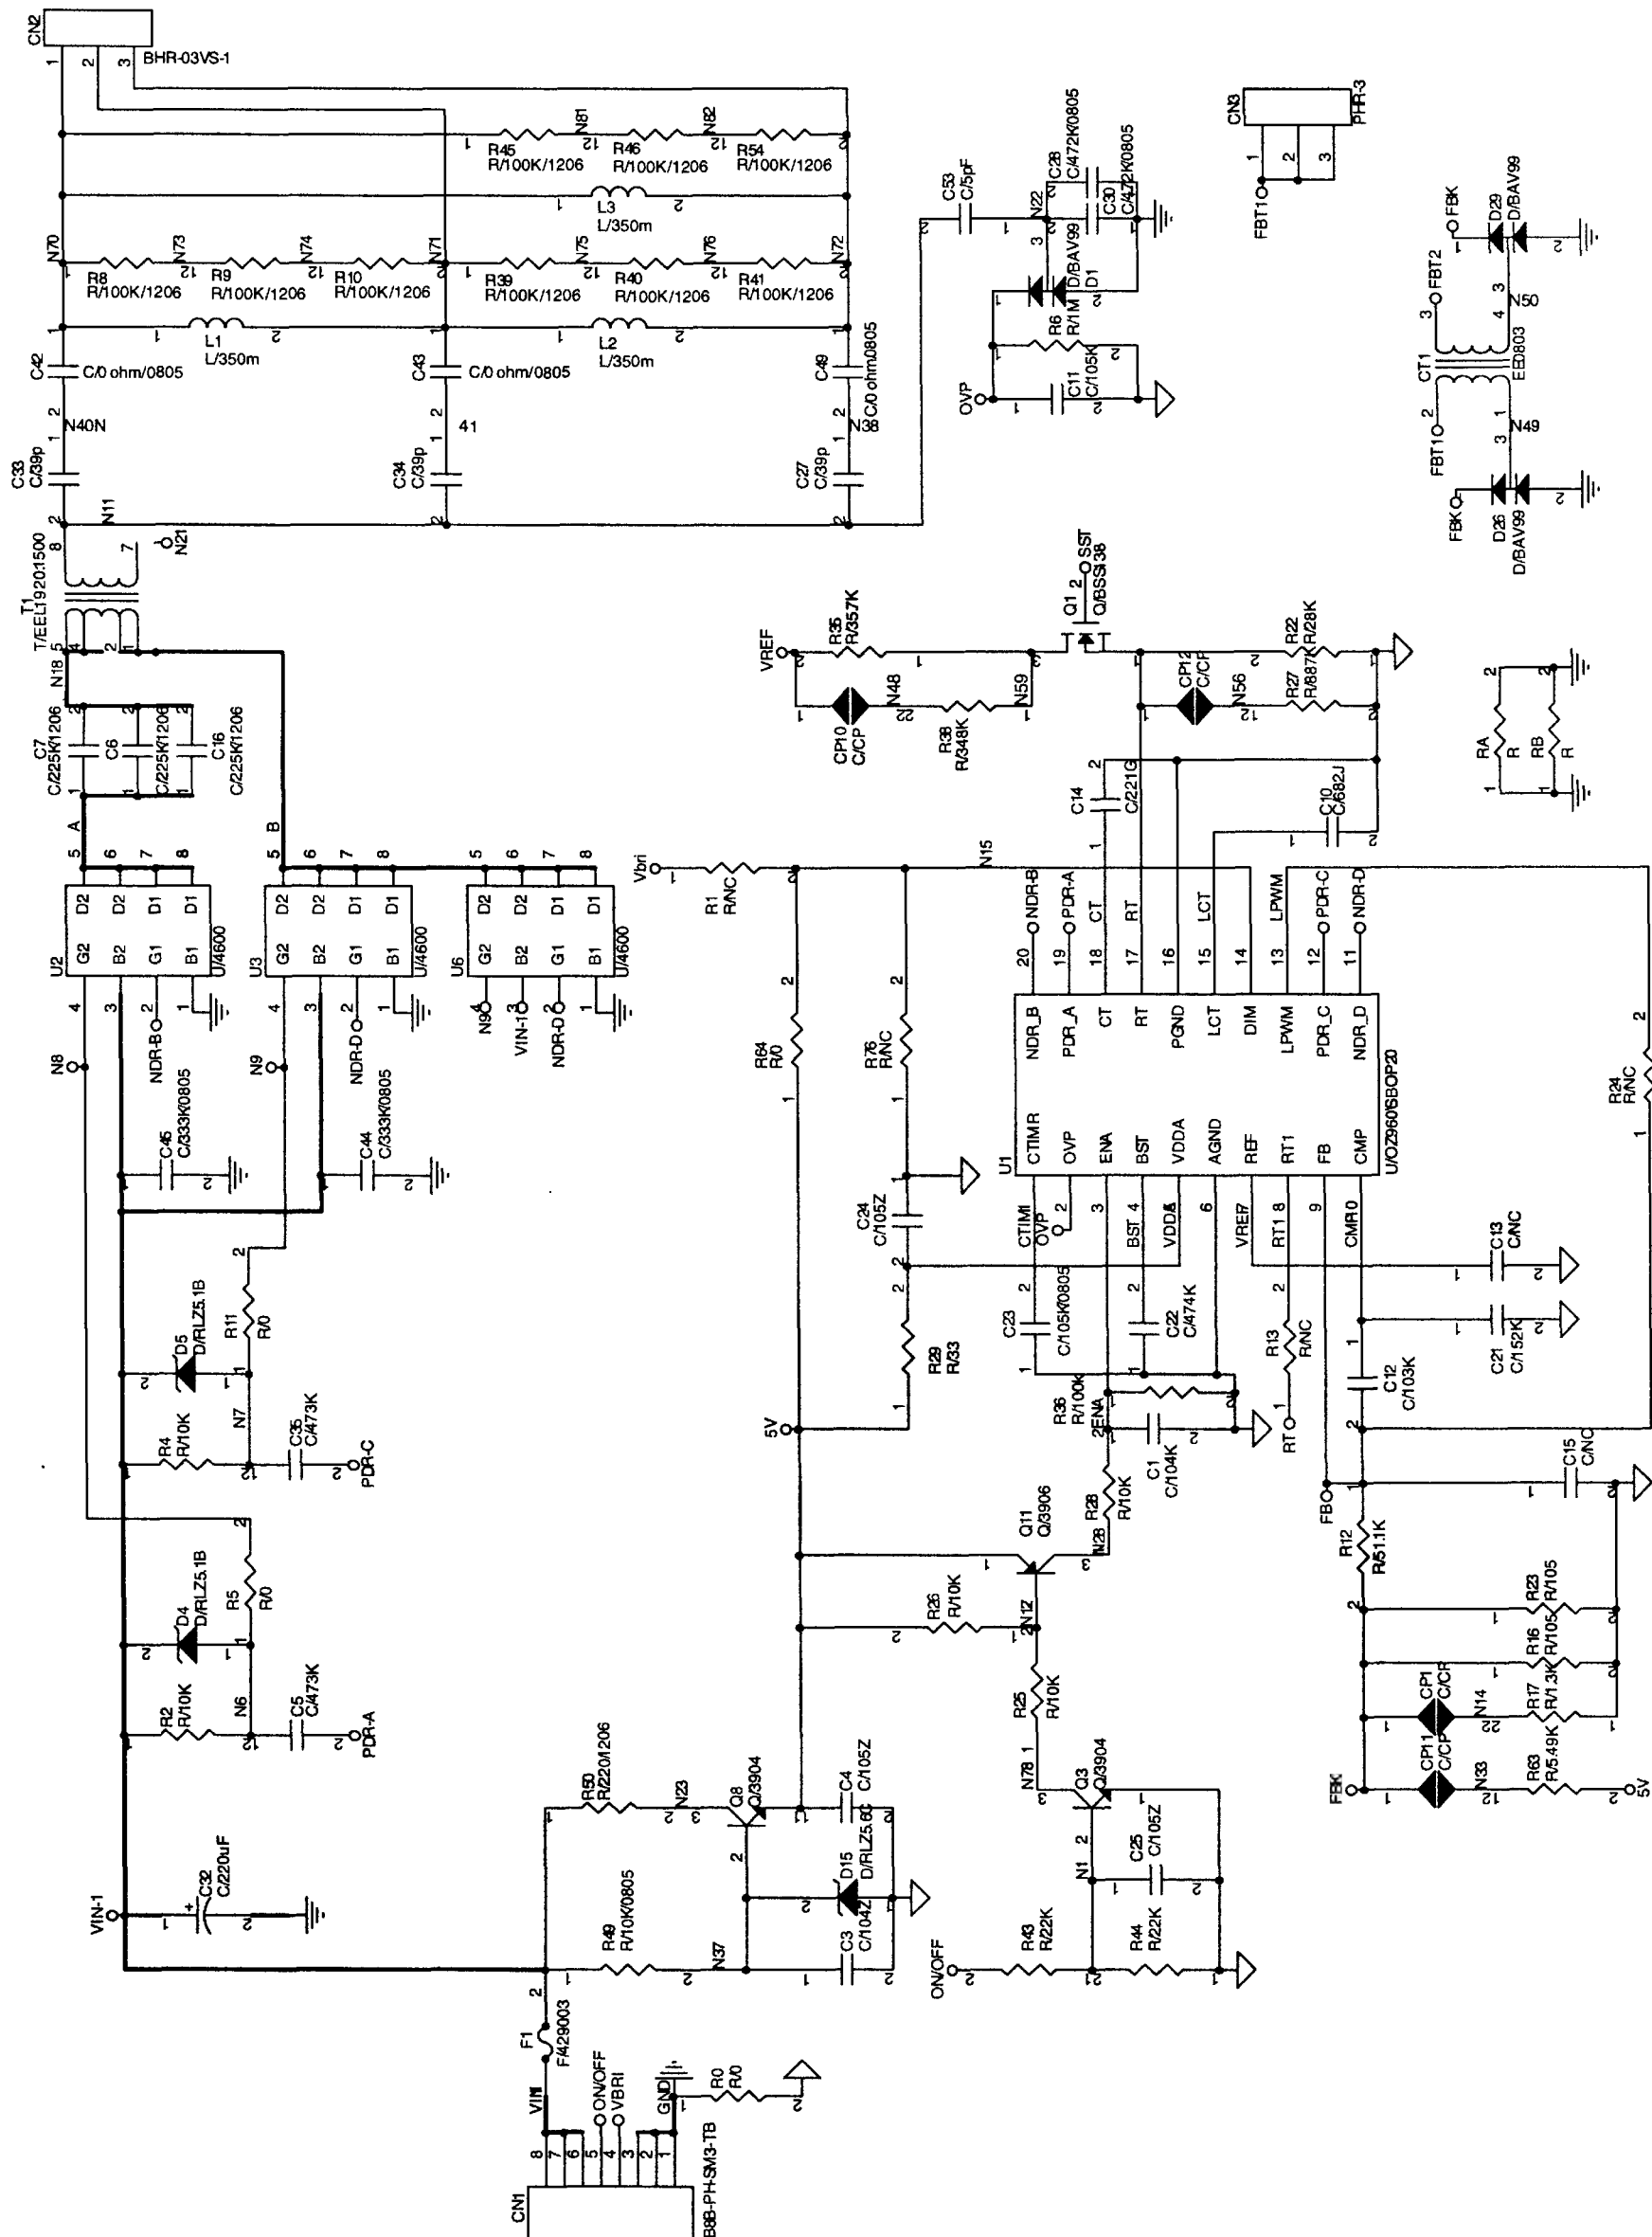
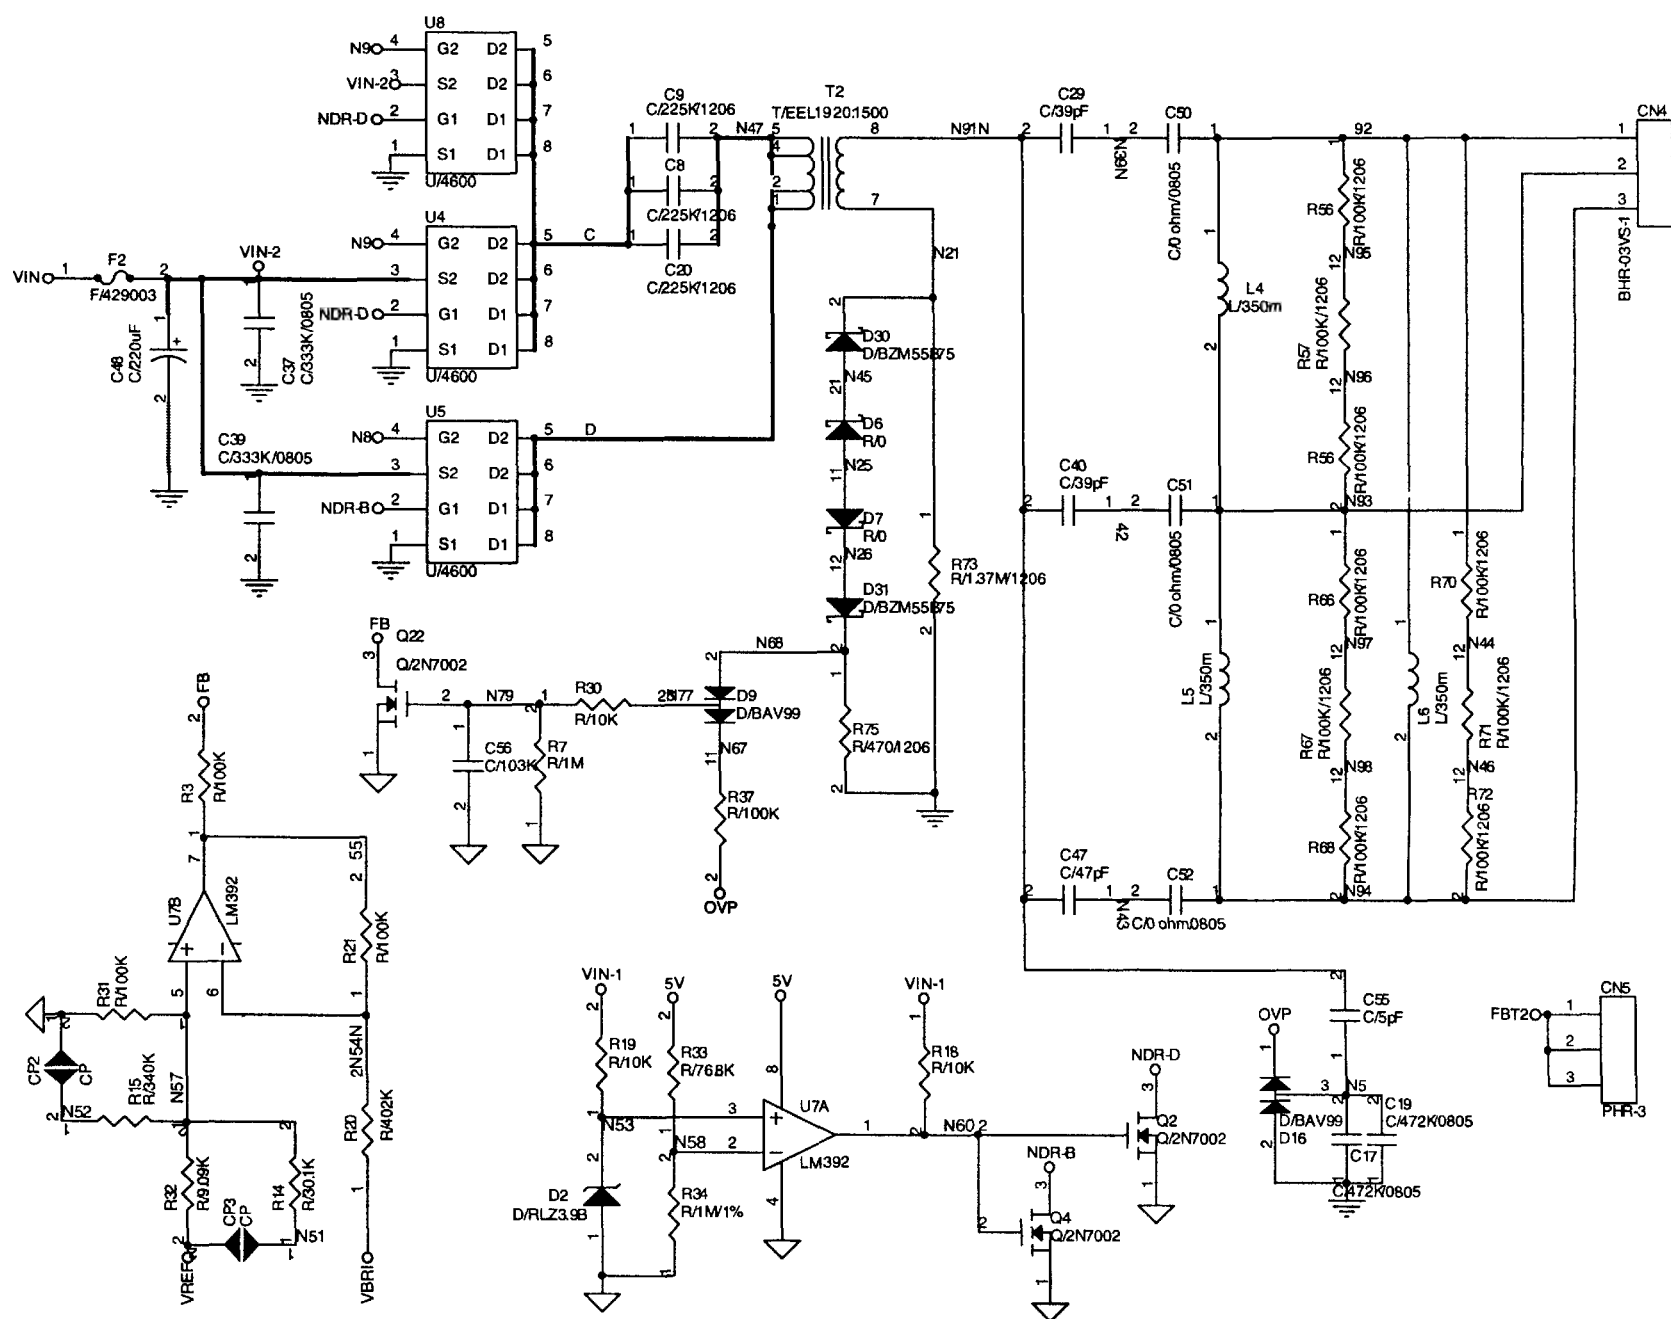
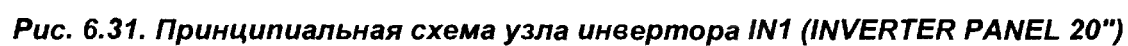
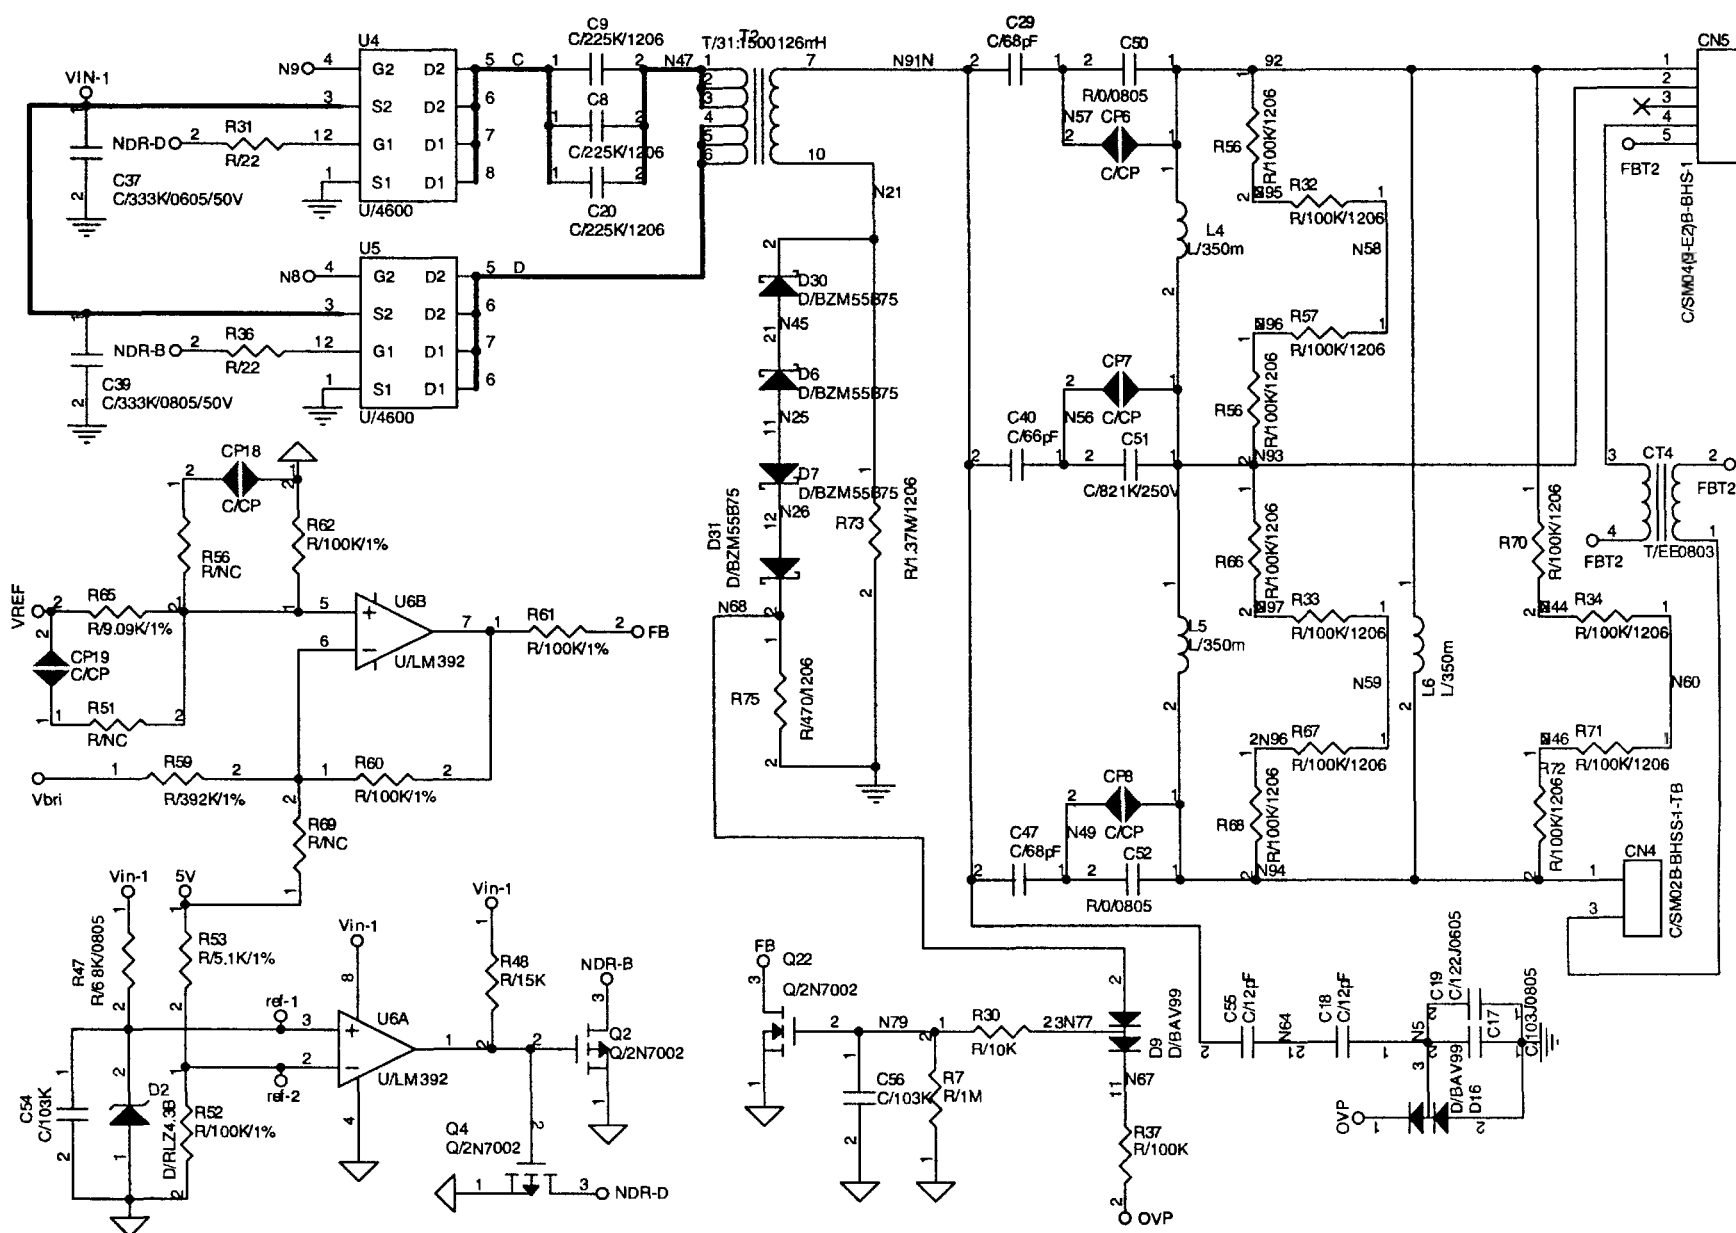

Рис. 6.29. Принципиальная схема узла инвертора IN1 (INVERTER PANEL 15")
Рис. 6.30. Принципиальная схема узла инвертора IN2 (INVERTER PANEL 15'')
Рис. 6.31. Принципиальная схема узла инвертора IN1 (INVERTER PANEL 20")
Рис. 6.32. Принципиальная схема узла инвертора IN2 (INVERTER PANEL 20")
на на рис. 6.29 и 6.30, а для панели LC201V02 — на рис. 6.31 и 6.32.
Общего в этих схемах с предыдущей разве, что балансные цепи, двухстороннее пороговое устройство, цепи датчиков перегрузки по напряжению и току, и вообще цепи питания ламп. Отличия начинаются уже в разъемах для подключения ламп подсветки (см. рис. 6.29—6.32 и табл. 6.12, 6.13).
АО4600. Причем в инверторе для панели LC201V02, в каждом мосте, установлено по две таких пары. U2, U3 — один мост (см. рис. 6.31) и U4, U5 — другой мост (см. рис. 6.32). Каждая пара включена полумостом.
В инверторе для LC150X01 в каждом мосте используется по три комплиментарные пары. U2, U3, U6 — один мост (см. рис. 6.29) и U4, U5, U8 — другой мост (см. рис. 6.30). Один из полумостов в каждом из этих мостов содержит две включенные параллельно комплиментарных пары. Такое включение связано с несимметрией ШИМ сигнала. Плата инвертора для ЖК панели LC150X01 питается напряжением 12 В, а для LC201V02 — напряжением 24 В. Поэтому параллельное включение комплиментарных пар только в одном (перегруженном) полумосте облегчает тепловой режим комплиментарных пар при низком напряжении питания, а значит при большем токе нагрузки, чем в инверторе для панелей LC201V02.
- Q8, D15 (рис. 6.29 и 6.31) — стабилизатор 5 В для питания U1;
- Q3, Q11 (рис. 6.29 и 6.31) — схема включения;
- Q1 (рис. 6.29 и 6.31) — ключ схемы «мягкого запуска»;
- Q22 (рис. 6.30 и 6.32) — ключ схемы защиты от перегрузки по току;
- U7A, D2, Q2, Q4 (рис. 6.30 и рис. 6.32) — схема защиты от перегрузки при понижении напряжения питания;
- U7B (рис. 6.30 и 6.32) — компаратор схемы управления яркостью.
В телевизорах с экраном 15" и 20" в этом случае проверяют напряжение OVP на выв. 2 U1 (см. рис. 6.29 и 6.31). Если оно значительно отличается от номинального (более 2 В), то следует проверить цепи защиты от перенапряжения, подключенные к этому выводу. Если же напряжение OVP в норме, то следует проверить методом замены конденсатор C23, задающий время поджига (подключен к выв. 1 микросхемы U1). Если конденсатор исправен, проверяют напряжение на выв. 9 и 10 U1: напряжение на выв. 10 должно быть несколько больше, чем на выв. 9 (см. выше). Если это не так, то следует проверить емкостной делитель C12 C21.
проверить методом замены конденсаторы C14 и C21 (см. рис. 6.29 и 6.31).